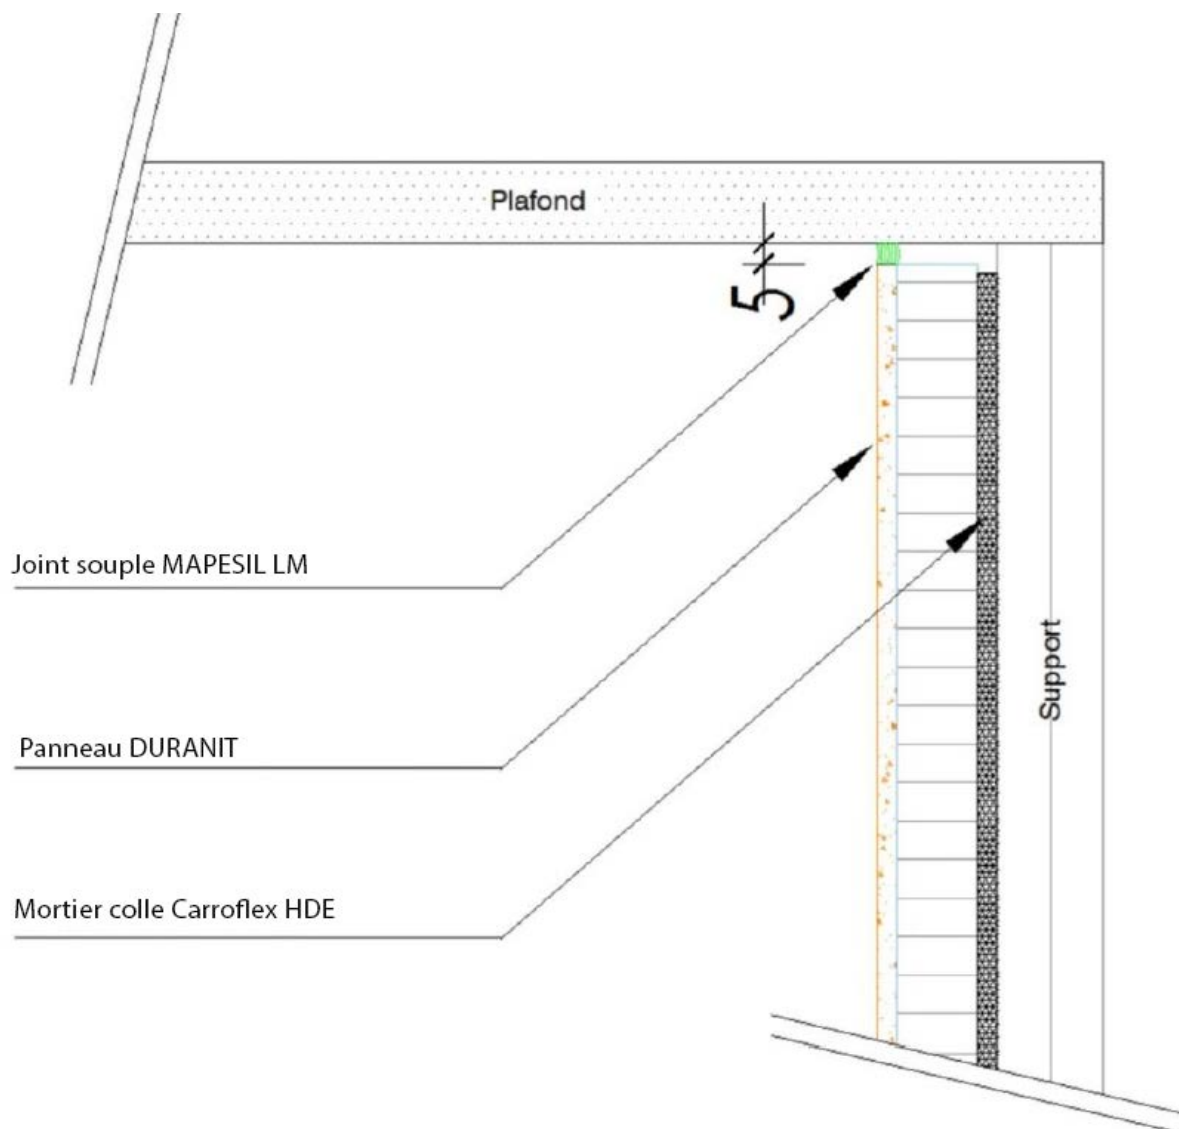

Figure 5 – Traitement du raccord entre DURAMET et le plafond
2.4.4.6. Raccordement au plafond et au plancher (figures 5, 6 et 7)